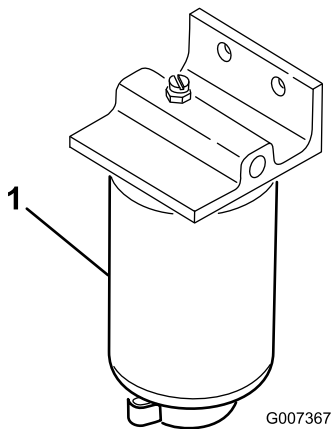

Bild 52
Entfernen Sie täglich Wasser und andere Fremdstoffe aus dem Wasserabscheider (Bild 52).
2. Lösen Sie die Ablassschraube an der Unterseite der Filterglocke (Bild 52).